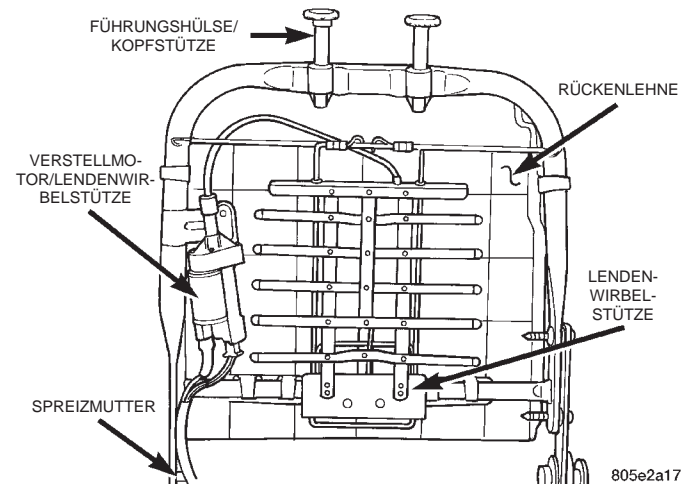

Abb. 7 Lendenwirbelstütze-Verstellmechanik und Motor
(1) Verstellmechanik und Verstellmotor der Rückenlehne ausbauen. Näheres dazu siehe Verstellmechanik und Motoren/Rückenlehne in diesem Kapitel.
(2) Alle Verkleidungsteile von der Rückenlehne abbauen. Näheres hierzu siehe Kapitel 23, "Karosserie".
(3) Rückenlehne samt Verstellmechanik und Verstellmotor der Lendenwirbelstütze austauschen (Abb. 7).